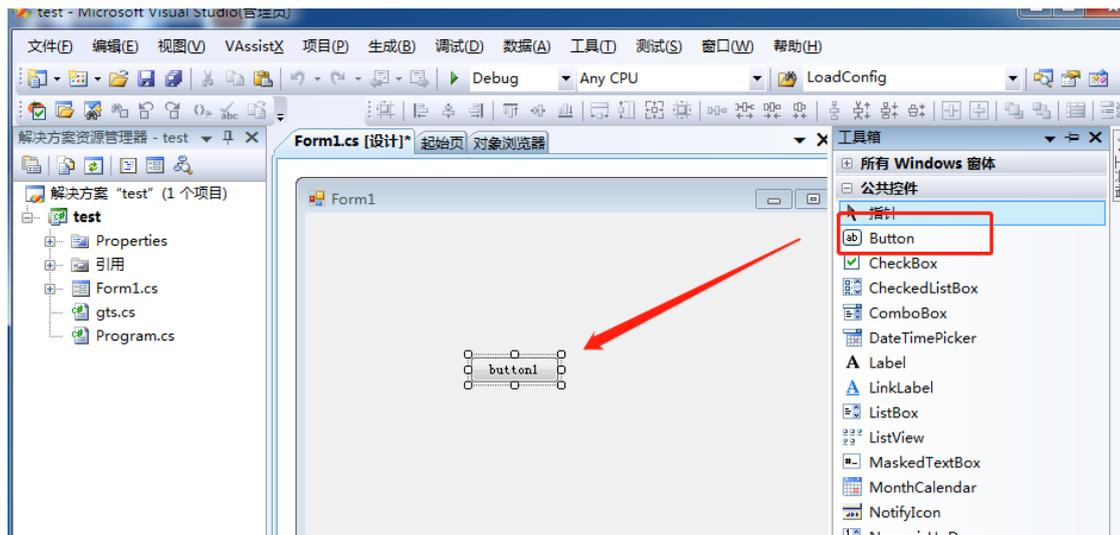
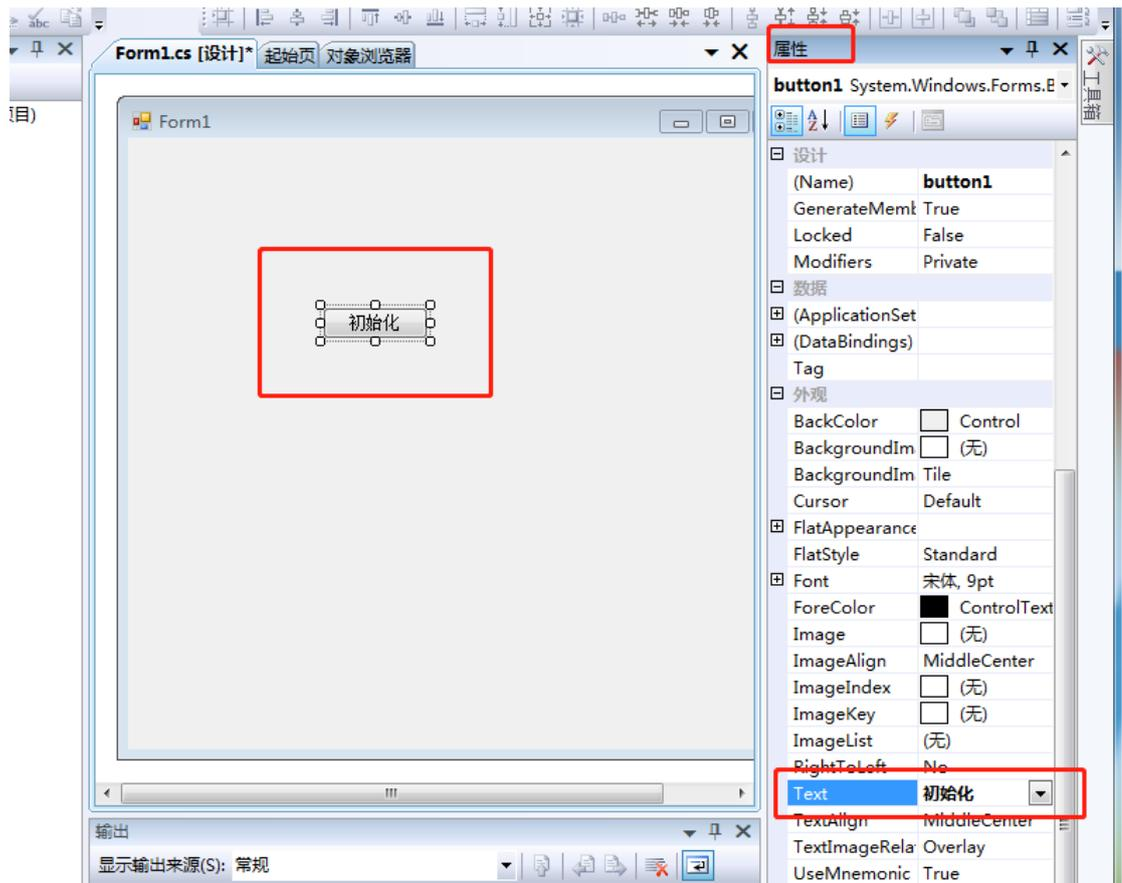
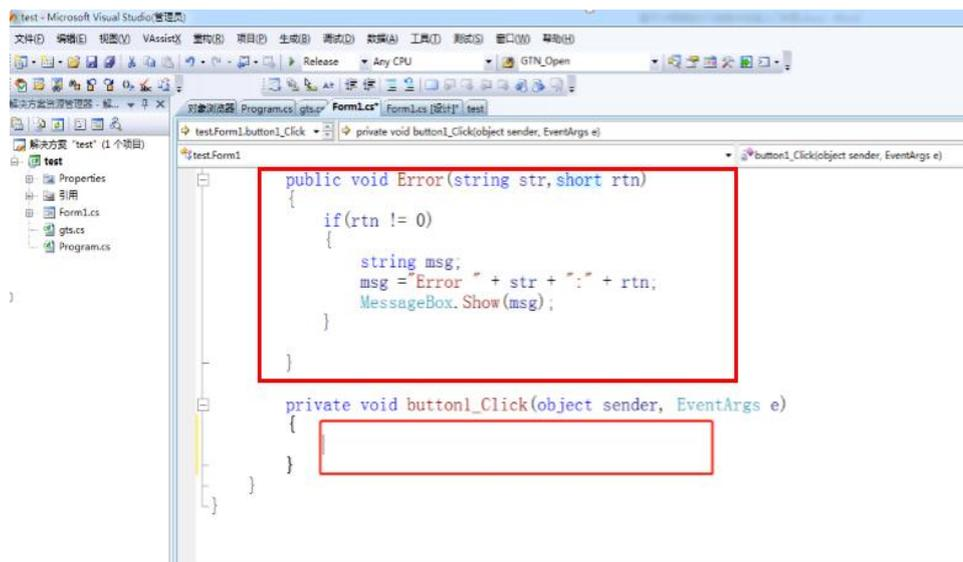

图 24
图 25
图 26
8、**拖放第一个控件及程序初始设置：**点击“工具箱”，将“Button”控件拖至窗口合适位置(如图24)；点击“Button”控件，再点击“属性”，找到“Text”选型，输入按钮名称“初始化”（如图25）。双击鼠标左键，跳转至编程页面，并在红框内编写按钮处理程序，并在按钮处理函数上方编写错误处理代码（如图26）；为了方便起见，操作控制卡的所有函数均在GTN类中，所以到编程页面最顶处添加“using GTN;”，从而方便后面控制卡函数的调用（如图27）。切换到界面设计时，点击如图27上方红框内的“Form1.cs [设计]”即可切换会界面设计页面。若要返回代码界面点击“Form1.cs”即可